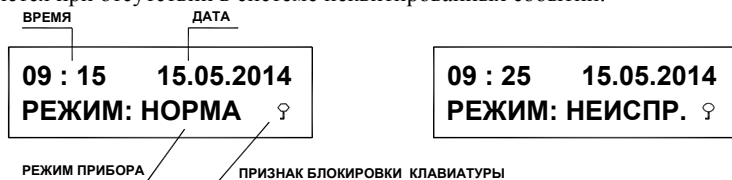

Рис.1.2.1. Примеры индикации при отсутствии не квитированных событий.
1.2.12 Примеры индикации режимов пульта приведены на рис. 1.2.1. Такая индикация осуществляется при отсутствии в системе не квитированных событий.